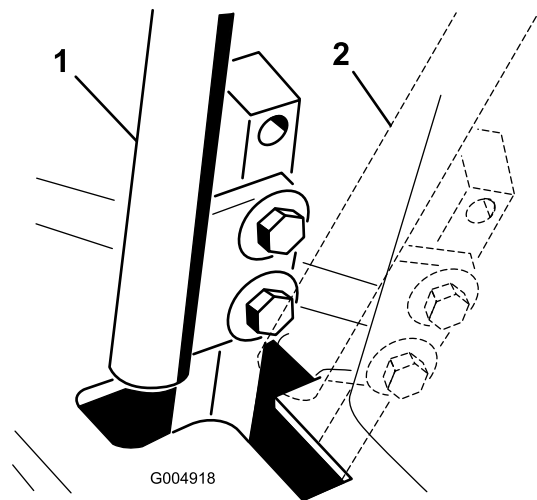

Bild 64
4. Schieben Sie einen der Hebel in die neutrale, jedoch **nicht gesperrte** Stellung (Bild 64).
6. Prüfen Sie, dass der Fahrtriebshebel relativ zur Kerbe im Armaturenbrett ist (Bild 64). Er sollte zentriert sein, so dass der Hebel nach außen in die gesperrte Neutralstellung gedreht werden kann.